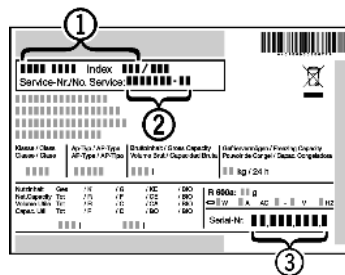

Fig. 33
- ▶ Gerätebezeichnung Fig. 33 (1), Service-Nr. Fig. 33 (2) und Serial-Nr. Fig. 33 (3) vom Typenschild ablesen. Das Typenschild befindet sich an der linken Geräteinnenseite.